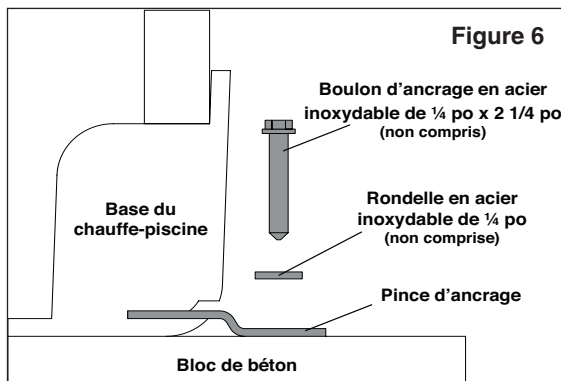

Figure 6
7. Insérer un boulon d'ancrage à travers chaque pince dans l'ancrage et serrer pour fixer la pince et le chauffe-piscine à la plateforme d'installation. Voir **Figure 6**.